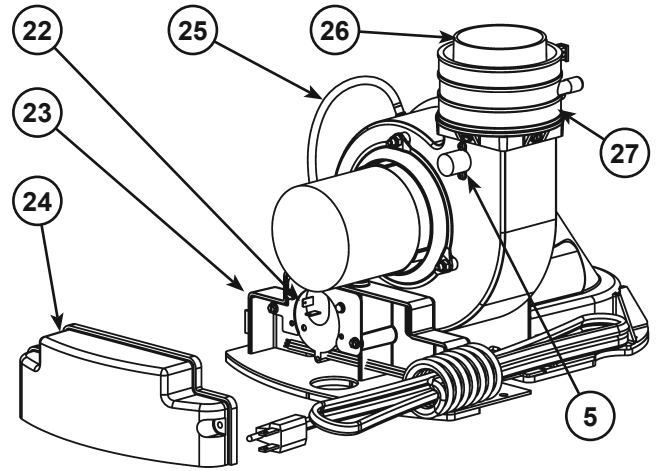

Figure 9
- 5 Contacteur de limite (voir Figure 9)
- 21 Souffleur avec cordon d'alimentation (voir Figure 9)
- 22 Contacteur d'air (dans boîte de jonction) (voir Figure 9)
- 23 Boîte de jonction (voir Figure 9)
- 24 Couvercle de boîte de jonction (voir Figure 9)
- 25 Tuyau d'air (voir Figure 9)